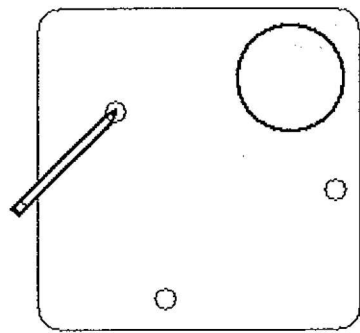
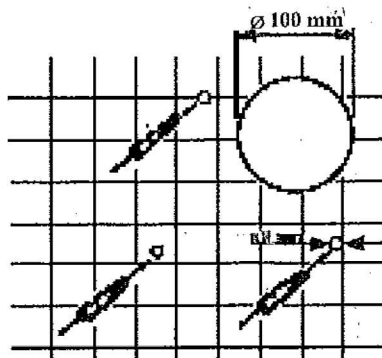

Fig. 1
Fig. 2
1. Boor de gaten met behulp van de template pakking (fig. 1) en maak 3 60 ankerbouten in de muur vast. (fig. 2).
1. Anbring monteringspladen på det ønskede sted på væg (fig. 1). Afmærk og bor tre huller, der isættes tre rawplugs Ø6 (fig. 2).